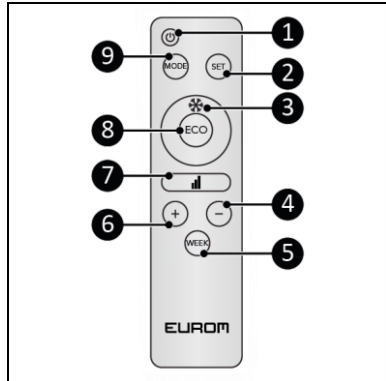

Figur 5
Status indikering (figur 5, pos. 1):
Temperaturindikering (figur 5, pos. 2):
Tidsindikering (figur 5, pos. 3):
Dagsindikation (figur 5, pos. 4):
Wi-Fi-indikering (figur 5, pos. 5):